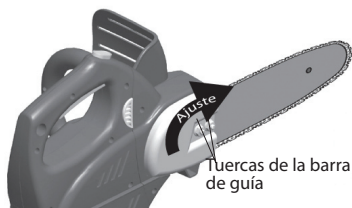

Figura 11 - Apriete las tuercas de la barra guía
5. Luego que la tensión de la cadena está correcta, apriete con firmeza las tuercas de la barra guía (vea la figura 11).